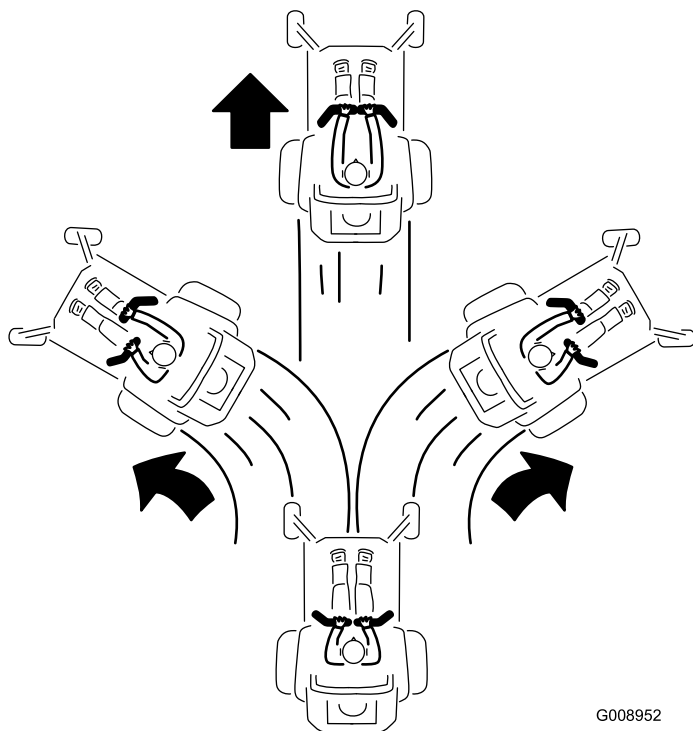

Figura 21
3. Para ir hacia adelante, empuje lentamente las palancas de control de movimiento hacia adelante (Figura 21).